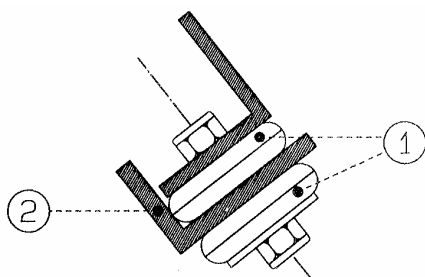
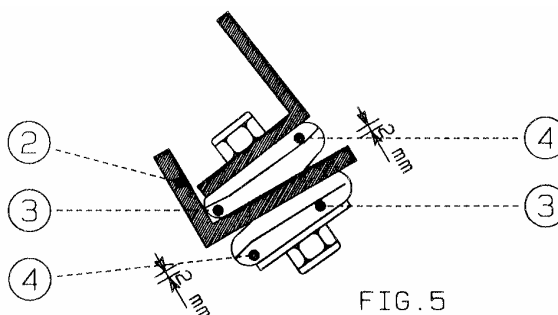

FIG. 4
FIG. 5
Se consideriamo i raschietti a riposo (fig. 4), gli anelli in gomma (1) appoggiano al supporto (2) su tutta la loro circonferenza. Quando invece lavorano (fig. 5), i raschietti ruotano sull'asse della loro sfera, comprimendo sul supporto una parte dell'anello in gomma (3) mentre l'altra si solleva (4). Stessa cosa succede dalla parte opposta del supporto, quindi se valutiamo la distanza che si crea tra il bordo esterno dalla parte che si solleva e il supporto, possiamo determinare la pressione ideale di lavoro che è di 2 mm. circa